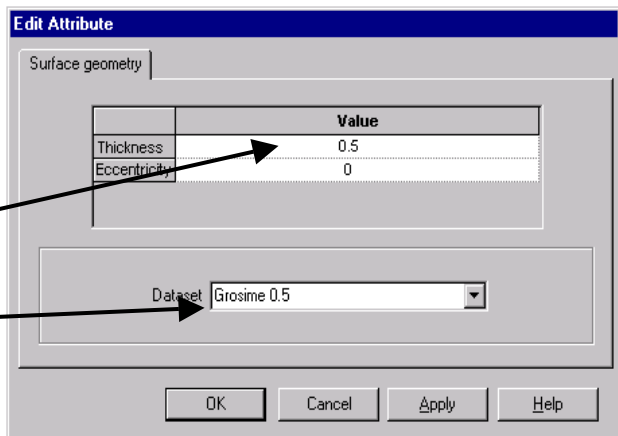

Fig. 19
- în caseta de dialog se definesc caracteristicile geometrice ale carosabilului: grosimile elementelor de placă (fig. 19)